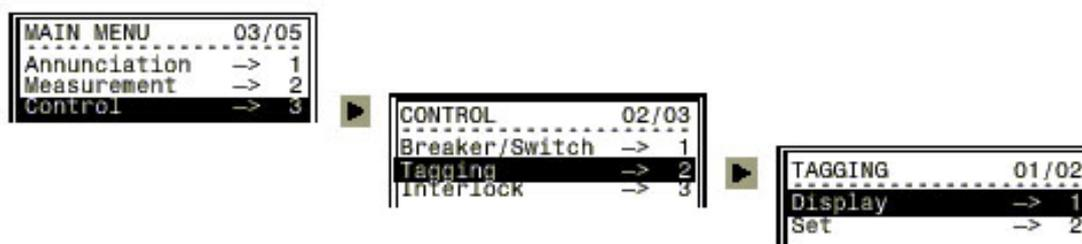

Рисунок 4-9 Установка маркирования через человек – машинный интерфейс.
- Состояние маркирования можно просмотреть используя человек – машинный интерфейс. **Main Menu -> Control -> Tagging -> Display** (Рисунок 4-9).